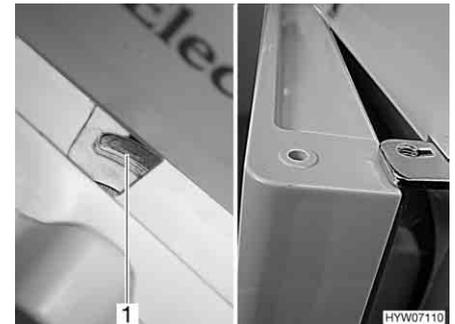

Bild 230 Kühlschrantür/Frosterfachtür in Lüftungsstellung (Dometic 7er-Reihe mit separatem Frosterfach)
- Verriegelung ganz nach rechts schieben. Die Kühlschrantür/Frosterfachtür ist mit Hilfe der Türarretierung (Bild 230, 1) fixiert. Die Kühlschrantür/Frosterfachtür bleibt damit leicht geöffnet (Bild 230).